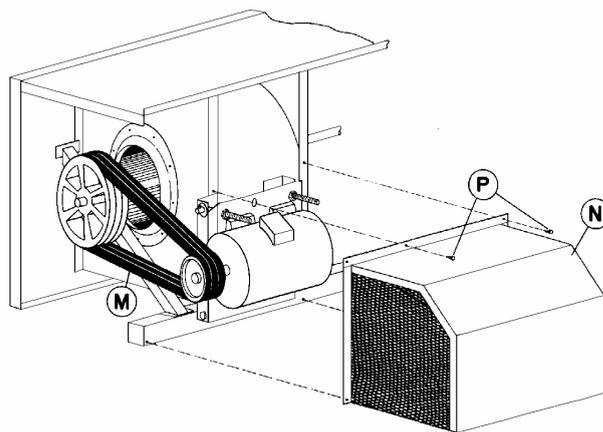

Abb. 17 – Installation des Keilriemens und der Motor-abdeckung
6. Ziehen Sie den Treibriemen **M** auf die An- und auf die Abtriebscheibe (siehe Abb. 17). Spannen Sie den Riemen mittels der Muttern an den J-Bolzen. Treibriemen nicht überspannen! Die richtige Keilriemenspannung kann durch mittelstarken Druck mit einem Finger mittig zwischen den Scheiben ermittelt werden. Der Keilriemen sollte sich etwa 13 mm eindrücken lassen.